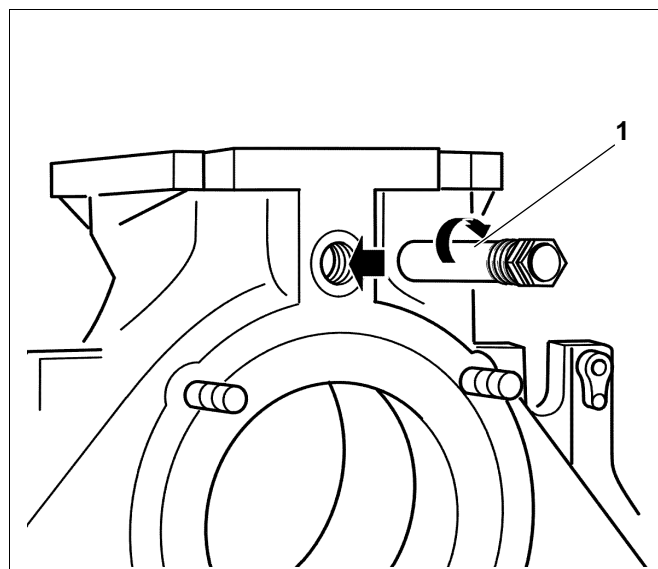

Fig. 22 Montaggio della guaina d'immersione
- Ermetizzare la guaina d'immersione da 3/4" (lunga 110 mm), dal davanti nel foro filettato 3/4" dell'attacco di mandata (fig. 22, **pos. 1**).